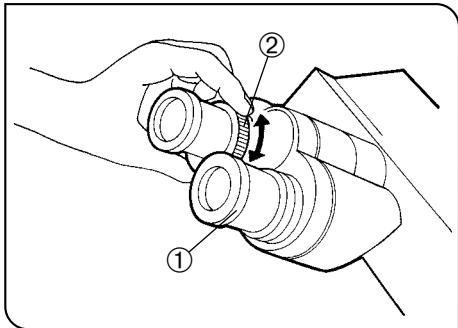

图 32
(图32)
1. 使用右眼从右目镜中观察，转动目镜①上部，使视场中的测微尺达到最清晰（图32）。
3. 使用左眼从左目镜中观察，转动屈光度调节环②对样品聚焦。